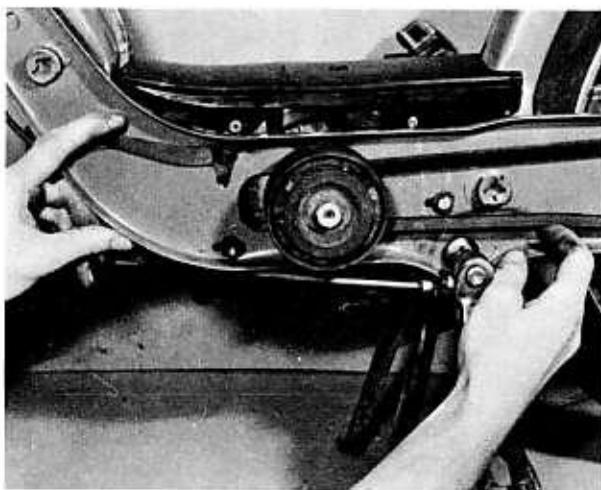

Bild 80
- Zum Einstellen der Riemenspannung die drei Motorbefestigungsschrauben lockern und den Motor mit dem Einstellhebel (linke Hand in Bild 80) vor- oder rückwärts bewegen. Vorher muss noch die Befestigungsschraube des Schalldämpfers gelockert werden, damit sich die Auspuffanlage mit dem Motor bewegen kann. Vor dem Anbringen der Seitenverkleidung die drei Motorbefestigungsschrauben wieder festziehen.